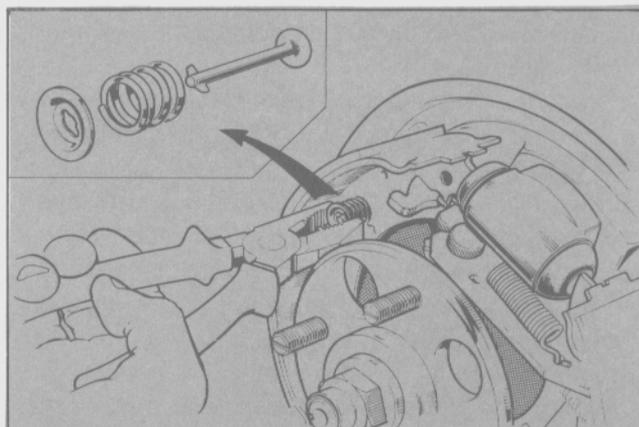

Fig. 55 - Colocación de la taza y el muelle de retención de la zapata
- Montar el pasador muelle de retención y la taza de traba de la zapata primaria. (Fig. 55).